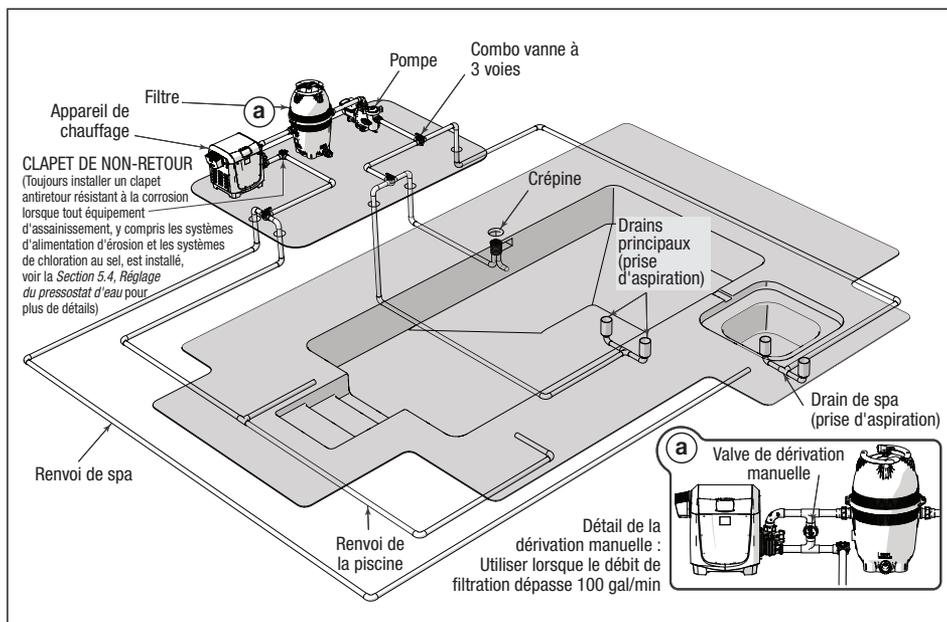

Figure 9. Configuration typique du réseau de canalisation d'eau
Installer les composants du système de piscine avec les connexions comme illustré dans la *Figure 9*. Toute configuration autre que celle illustrée dans la *Figure 9* peut affecter le fonctionnement du pressostat d'eau. L'emplacement de l'appareil de chauffage au-dessus ou au-dessous de la surface de l'eau de la piscine peut également affecter le fonctionnement du pressostat d'eau.
- Raccorder une vanne entre l'entrée et la sortie d'eau. Voir l'encadré « a » dans la Figure 9.